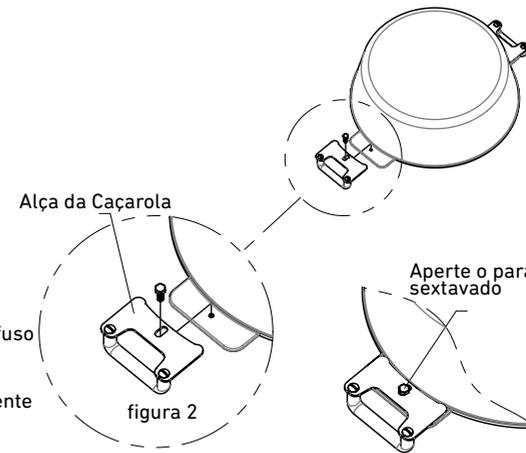

figura 2
2. Encaixe o rasgo da alça e fixe no tacho com o parafuso sextavado conforme figura abaixo. Rosqueie o parafuso com a mão até encostar na alça. (figura 2)